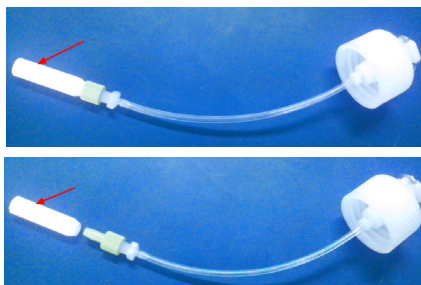

图1-13 更换冲洗液预过滤器和清洗液预过滤器
- 3 旋开瓶盖，将预过滤器组件从瓶中取出，并放在一个干净的无绒布上。如下图1-13所示，将旧过滤器取下，并用新的过滤器进行更换。